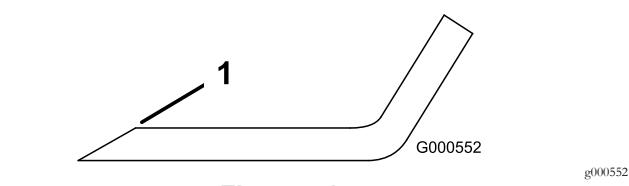

Figura 51
**Nota:** Si la cuchilla no está equilibrada, rebaje algo el metal en la parte de la vela solamente con una lima (Figura 51).